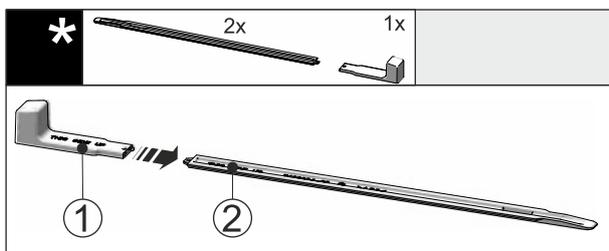

Fig. 43
- Pielieciet montāžas rokturi Fig. 43 (1) pie līmeņošanas slīdes Fig. 43 (2).